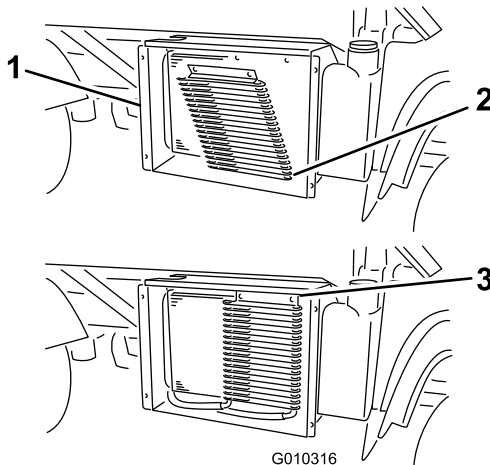

Figure 61
3. Le cas échéant, tournez les verrous et faites pivoter le refroidisseur d'huile pour l'éloigner du radiateur (Figure 61).